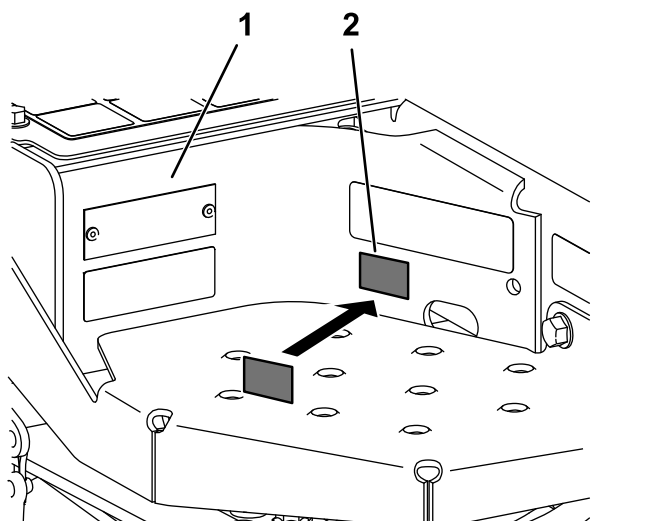

Figura 5
1. Utilizzate dell'alcool denaturato e uno straccio pulito per tergere l'area accanto alla piastra del numero di serie, quindi lasciate asciugare l'area (Figura 5).
2. Rimuovete il supporto dall'adesivo dell'anno di produzione e applicate l'adesivo (Figura 5).